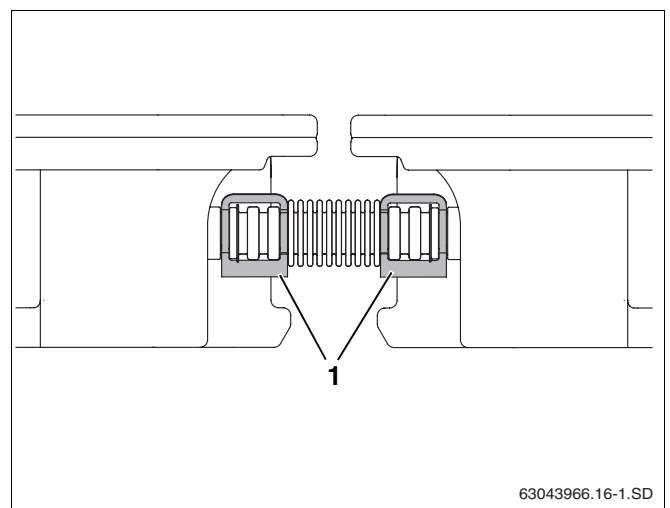

Fig. 47 Unión de tubo ondulado asegurada con abrazaderas
- ▶ Asegure cada caperuza de cierre con una abrazadera y cada unión de tubo ondulado con dos abrazaderas (fig. 47, **pos. 1**).